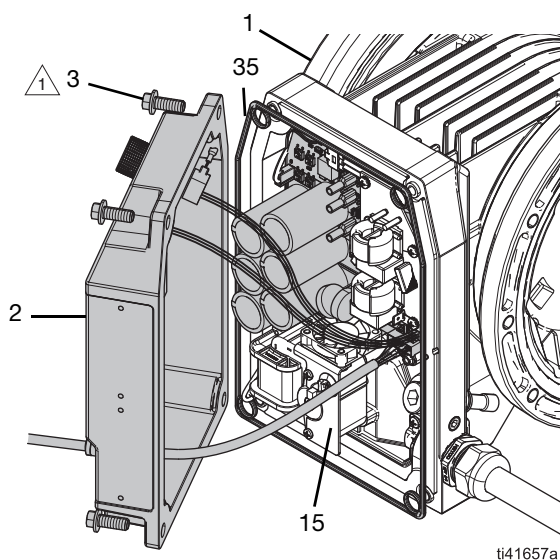

FIG. 2 : Couvercle de contrôle
Voir la 4.FIG. 2.
2. Retirer les fixations (3) du couvercle de contrôle (2).
3. Retirer avec précaution le couvercle de contrôle (2) :
- a. Incliner avec précaution le couvercle de contrôle (2) pour l'éloigner du tableau de commande (15). Voir la 4.FIG. 2.
- b. Débrancher tous les fils entre le couvercle de contrôle (2) et le tableau de commande (15). Voir les **Schémas électriques**, page 37.
3. Installer le couvercle de contrôle (2) :
- a. Maintenir délicatement le couvercle de contrôle (2) en place à un angle près du tableau de commande (15). Voir la 4.FIG. 2.
- c. Connecter les fils du couvercle de contrôle (2) au tableau de commande (15). Voir les **Schémas électriques**, page 37.